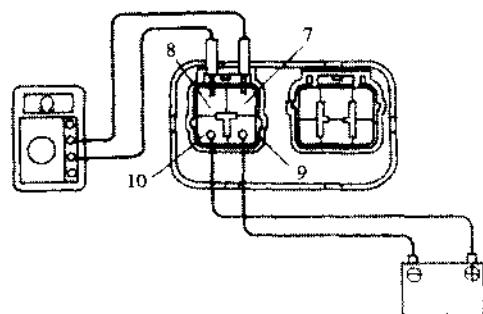

图 7.60 检测电动机继电器电路的工作情况
- ② 检测电动机继电器电路的工作情况。如图7.60所示，如不符合以下两点要求，应更换控制继电器。